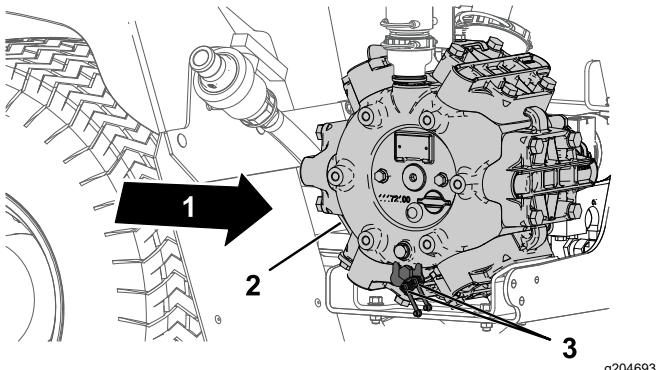

Figura 58
1. Limpe os 2 bocais de lubrificação remotos (Figura 58).
2. Introduza o lubrificante no bocal de lubrificação remoto (Figura 58).